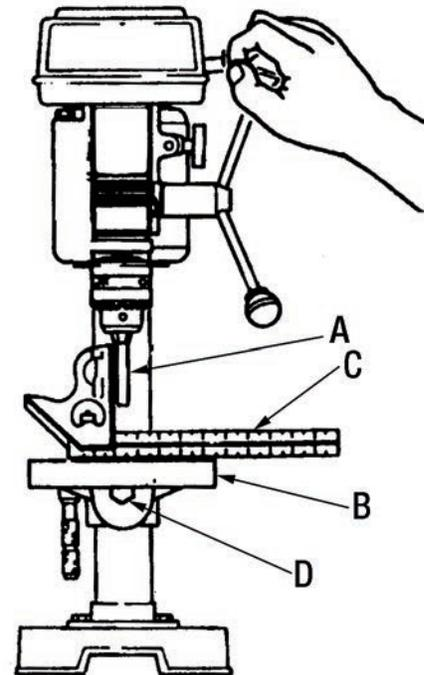

FIGURE 21
1. Insérez une tige ronde (A) Fig.21 en acier de précision ou un foret droit d'environ 3" de long dans le mandrin et serrez.
2. La table (B) ayant été élevée jusqu'à une hauteur fonctionnelle et verrouillée sur la colonne, placez une équerre combinée (C) plate sur la table à côté de la tige.
3. Si un réglage est nécessaire, desserrez le boulon hexagonal (D) de la table en utilisant une clé ouverte. (Ce réglage s'effectue sous la table.)
Pour vous servir de la table dans le but de percer en biseau, desserrez le boulon hexagonal (D) Fig.21 avec une clé ouverte. Inclinez la table à l'angle souhaité en vous servant de l'échelle sur le support de la table comme guide. Reserrez le boulon hexagonal.